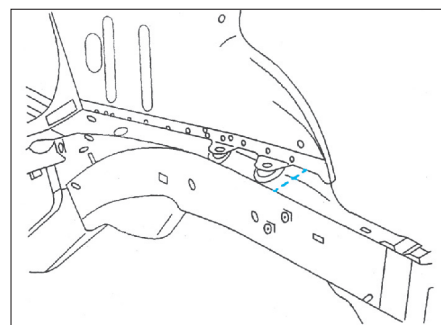

FIG. 43
- Poser la semelle de brancard partielle (Fig.43).